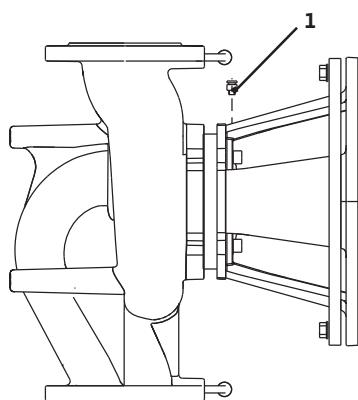

Fig. 40: Odvzdušňovací ventil
- Čerpadlá odvzdušníte pomocou uvoľnenia odvzdušňovacích ventilov (Fig. 40, pol. 1). Chod nasucho zničí mechanickú upchávku čerpadla. Snímač tlakového rozdielu sa nesmie odvzdušňovať (nebezpečenstvo zničenia).